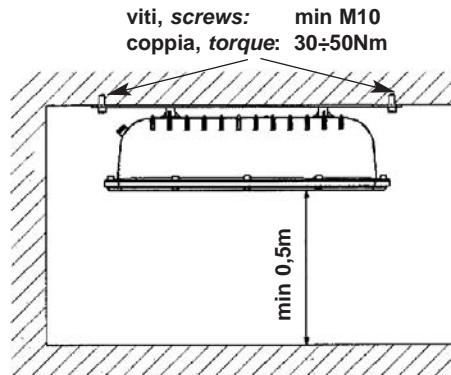
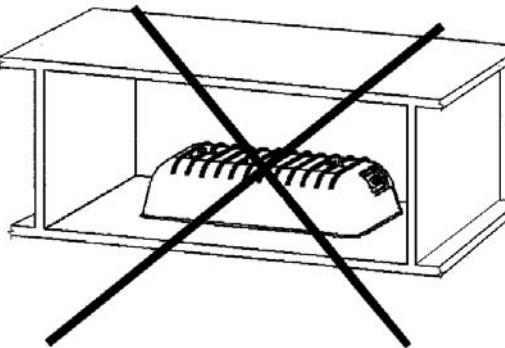
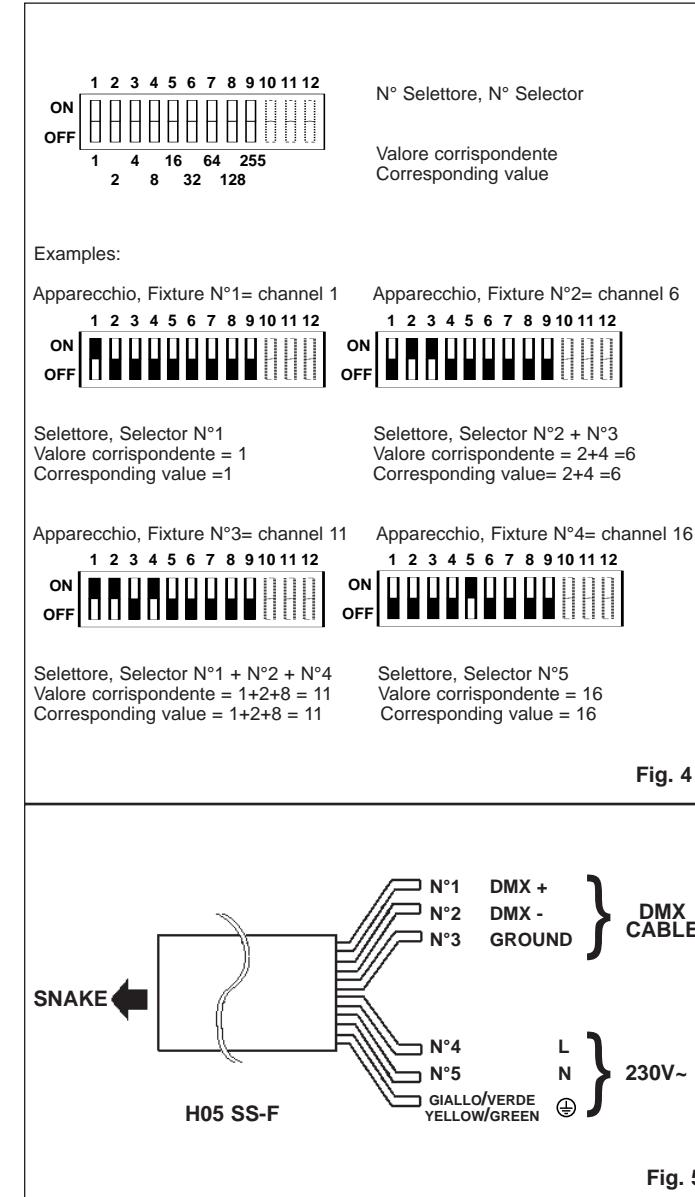

Fig. 1
Fig. 3
Fig. 5
- Wenn der Strahler eingeschaltet ist, stellen Sie sicher, dass der Abstand zwischen dem Strahler und der zu beleuchtenden Fläche **min. 0,5m** beträgt. (Bild 1)
Über die Schalter 1 bis 9 weisen Sie die DMX-Kanäle zu, entsprechend den Werten, spezifiziert in Bild A. Beachten Sie, dass jeder Strahler 5 Kanäle benötigt. Bitte addieren Sie die Werte, um den gewünschten Kanal zu bekommen. Fixieren Sie den Haltebügel mit Hilfe der beiden Schrauben "M 10" in den äusseren Lochbohrungen des Bügels (Bild 1). Die Schrauben, die den Strahler auf der Oberfläche befestigen, müssen mit einem Drehmoment von 30-50 Nm angezogen werden.
Verbinden Sie die Enden des 6-adrigen Kabels, wie im Bild 3 beschrieben.
Achtung! Beachten Sie das Verkabelungsschema wie in Bild 3, anderenfalls kann die Leuchte beschädigt werden.
- En el empleo del aparato, cerciorarse que la distancia entre la lámpara y el objeto iluminado **no sea inferior a 0,5 metros** (fig.1).
Actuar sobre los selectores de 1 al 9 para asignar el canal DMX siguiendo los valores en fig.A y teniendo en consideración que cada aparato necesita de 5 canales. Se tienen que sumar los valores para conseguir el canal deseado. Fijar el estribo de soporte del proyector a través de, mínimo, 2 tornillos M10 posicionados en los 2 agujeros externos (fig.1). Los tornillos que fijan el proyector a la superficie de instalación tienen que ser atornillados con un torque de 30-50Nm. Cablear los terminales del cable de 6 hilos como indicado en fig.3.
Atención! Respetar escrupulosamente el esquema de cableado de fig.3, peligro de perjudicar el aparato.
- Nell'uso dell'apparecchio, assicurarsi che la distanza tra la lampada e l'oggetto illuminato **non sia inferiore a 0,5 m** (Fig.1). (0,5m)
- Apparecchio non idoneo per il montaggio ad incasso (Fig.3).
Fissare la staffa di supporto del proiettore mediante n°2 viti M10 posizionate nei due fori estremi (Fig.1). Le viti di fissaggio del proiettore al piano di montaggio devono essere serrate con un con un momento torcente di 30÷50Nm. Cablare i terminali del cavo a 6 poli come indicato in Fig. 5.
- Attenzione! Rispettare scrupolosamente lo schema di cablaggio di Fig.5: pericolo di danneggiare l'apparecchio.